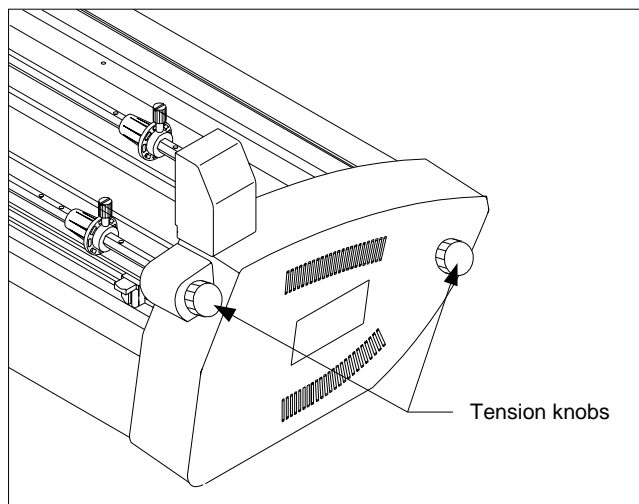

Fig. 23
1. The machine is equipped with external tension knobs located on the left side, (Figure 23). Turning the knobs clockwise increases the tension while counterclockwise decrease the tension.
1. Das Gerät weist auf der linken Seite außenseitige Spannungsknöpfe auf (Abb. 23). Für eine höhere Spannung werden die Knöpfe nach rechts gedreht, für eine niedrigere Spannung nach links.
1. Het apparaat is aan de buitenkant links voorzien van twee knoppen voor het instellen van de spanning (zie afb. 23). Als deze knoppen rechtsom worden gedraaid, neemt de spanning toe; als ze linksom worden gedraaid, neemt de spanning af.
1. La plastifieuse est équipée, sur le côté gauche, d'une molette externe de réglage de tension (Figure 23). Tournez la molette dans le sens des aiguilles d'une montre pour augmenter la tension. Tournez-la dans le sens contraire pour diminuer la tension.